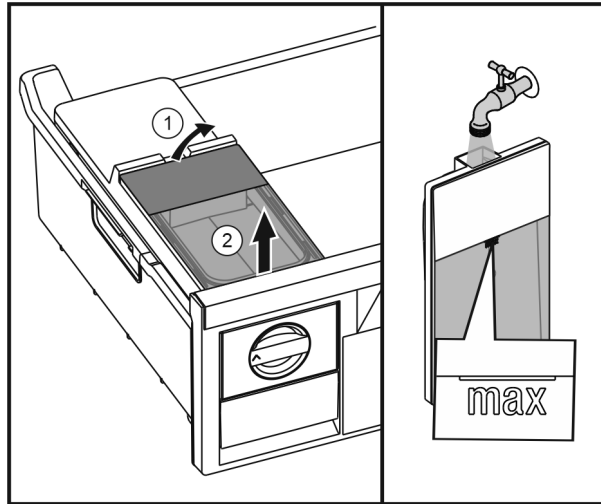

Fig. 16
- ▶ Waterreservoir van achter optillen Fig. 16 (1) en omhoog verwijderen Fig. 16 (2).